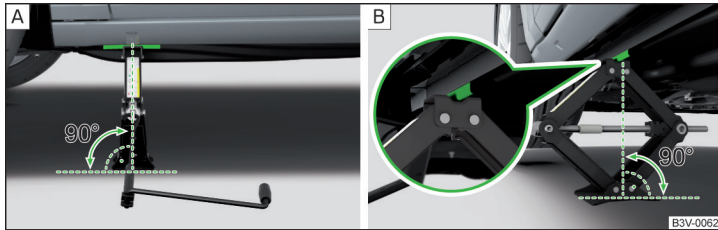

Abb. 341 Wagenheber ansetzen
- » Die Grundplatte des Wagenhebers mit der gesamten Fläche auf einem geraden Untergrund stellen, sodass sich der Heber in senkrechter Position zum Aufnahmesteg befindet » **Abb. 341** - **A**.
- » Den Wagenheber mit der Kurbel so weit hoch drehen, bis die Klaue des Hebers den Steg umfasst » **Abb. 341** - **B**.